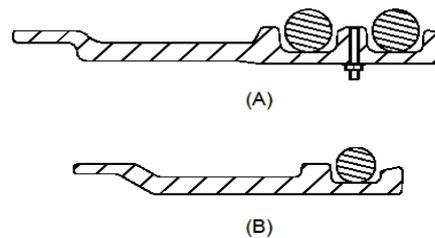

Fig. 2
En la constante búsqueda de mejora e innovación que Prefabricados Delta se marca para la fabricación de todos sus productos, surge la idea de montar en el cabezal macho, un tipo de junta doble Fig 2 (A) frente a la habitual Fig 2 (B) a fin de garantizar inmediatamente tras su montaje, un mejor funcionamiento y estanqueidad de la misma.